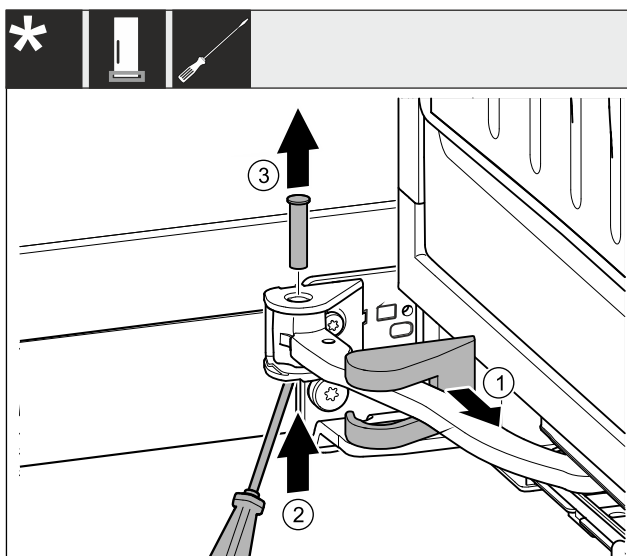

Fig. 5
- ▶ Изтеглете капака на лагерната стойка и го преместете по продължение на шарнира. *Fig. 5 (1)*
- ▶ С пръст или отвертка повдигнете болта отдолу. *Fig. 5 (2)*
- ▶ Вкарайте отвертка под главата на болта и го извадете. *Fig. 5 (3)*